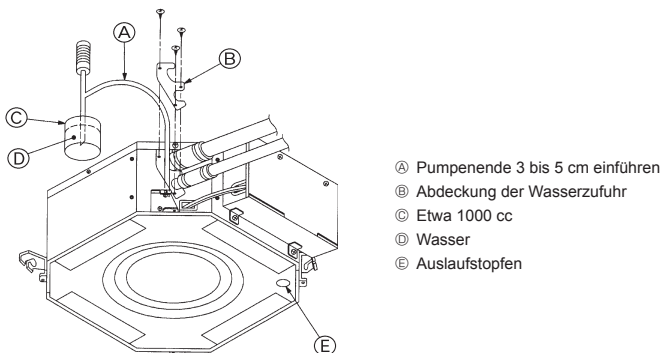

Fig. 6-3
- Bei Ausführung der Schritte ② bis ⑦ die Fernbedienung auf das Empfangsteil der Innenanlage richten.
6.3. Überprüfung der Drainage (Fig. 6-3)